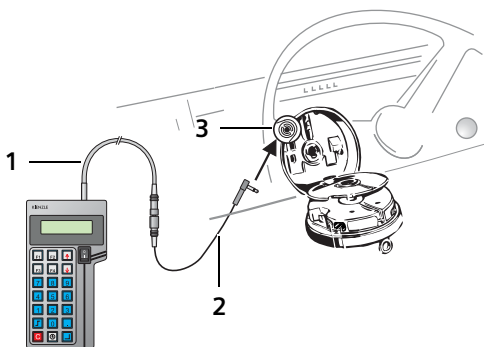

fig. 7: Raccorder le HTC+ à un tachygraphe avec boîte de diagnostic
1. Raccorder la fiche de diagnostic du HTC+ (1), conformément à la fig. 7 au moyen d'un câble plat (2) à la boîte de diagnostic du tachygraphe (3).